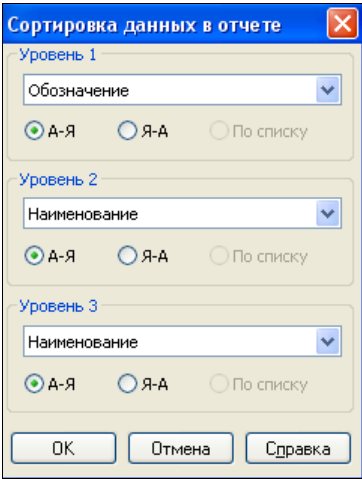

Рис. 28.17. Диалоговое окно Сортировка данных в отчете
- нажмите кнопку **Автосортировка**. В диалоге сортировки данных (рис. 28.17) задайте первый уровень — **По списку**, второй и третий уровень — **А–Я** для свойства **Обозначение**. Нажмите кнопку **ОК**;